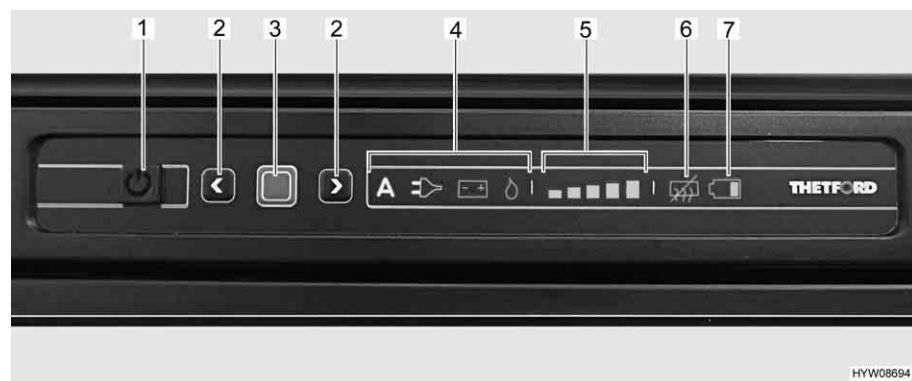

Bild 168 Reglage, knappar för kylskåpet
När kylskåpet slås på väljs automatiskt den senast inställda termostatinställningen. Denna inställning kan ändras manuellt med pilknappen (Bild 168,2). De lysande staplarna på kylnivåinstrumentet (Bild 168,5) visar den valda termostatinställningen.
Med hjälp av pilknapparna (Bild 168,2) ställs kyltemperaturen in för alla tre energikällorna. Det tar några timmar innan kylskåpet uppnår inställd drifttemperatur. Om en omkoppling sker till ett andra driftläge förändras termostatinställningen inte. Kyltemperaturen bibehålls oberoende av den valda energikällan.
- Tryck på på/av-knappen (Bild 168,1) i en sekund. Knappen tänds grönt. Indikeringen lyser i 10 sekunder och slocknar sedan av energibesparingsgrunder.
- Tryck på bekräftelseknappen (Bild 168,3). Den aktuella inställningen för driftläget visas.
- Tryck ned bekräftelseknappen (Bild 168,3) i cirka 2 sekunder. Symbolen för driftläge (Bild 168,4) blinkar.
- Med pilknapparna (Bild 168,2) väljer du önskat driftläge.
- Tryck ned bekräftelseknappen (Bild 168,3) i cirka 2 sekunder. Symbolen för driftläge blinkar.
- Tryck på bekräftelseknappen igen. Indikeringen för kylstegen (Bild 168,5) blinkar.
- Med pilknapparna (Bild 168,2) väljer du önskad-kyleffekt.
- Tryck på på/av-knappen (Bild 168,1) i cirka 2 sekunder. Alla lampor slocknar.
- Tryck samtidigt ner pilknapparna (Bild 168,2) i ca. 2 sekunder. Symbolen volt "Antikondensation av" (Bild 168,6) tänds.
- Tryck samtidigt ner pilknapparna (Bild 168,2) i ca. 2 sekunder. Symbolen volt "Antikondensation av" (Bild 168,6) släcks.